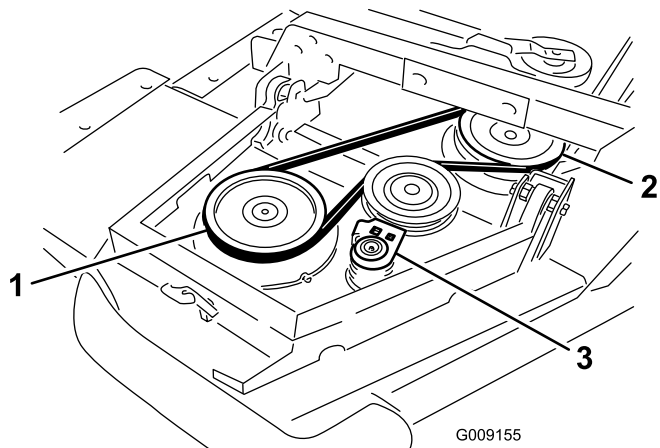

Figura 5
A. Comece a passar a correia em torno da polia do eixo da lateral e da polia do eixo da plataforma frontal (Figura 5).
- B. Utilizando uma chave de roquete ou ferramenta semelhante, afaste a polia intermédia das polias (Figura 5).